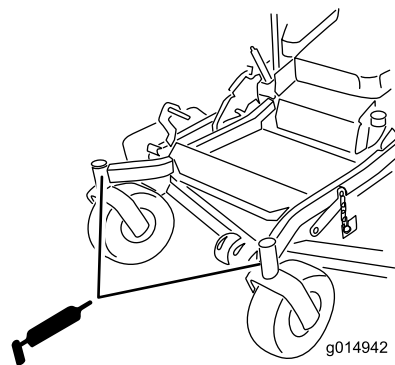

Figure 44
9. Sortez le graisseur Zerk du trou. Remettez le bouchon hexagonal et le capuchon antipoussière en place (Figure 44).
10. Graissez les roulements des roues pivotantes (Figure 44).